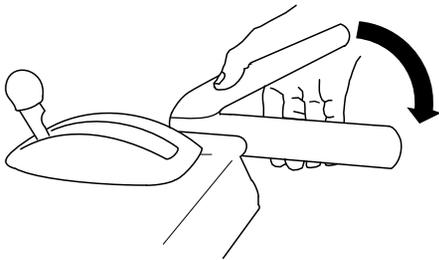

Bild 19
- Drücken Sie zum Einkuppeln des Räumwerk- bzw. Gebläseradantriebs den rechten Hebel (Räumwerk bzw. Gebläserad) zum Handgriff (Bild 19).